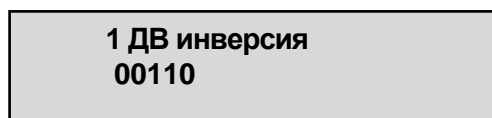

Рисунок 5.10 – Змінена бітова уставка
5) Для запису відредагованої бітової уставки необхідно натиснути кнопку . На екрані з'явиться напис (рисунок 5.10).